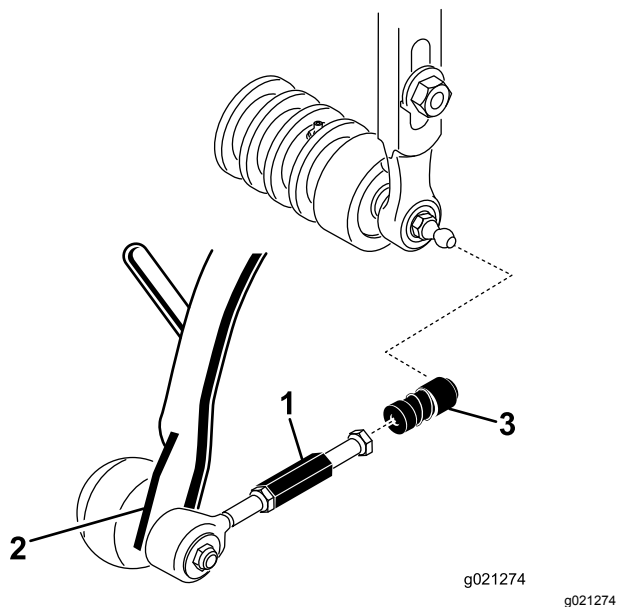

Рисунок 10
3. Наденьте втулку на приемную часть каждого шарнирного соединения и зацепите приемную часть за шаровый палец режущего блока (**Рисунок 10**).